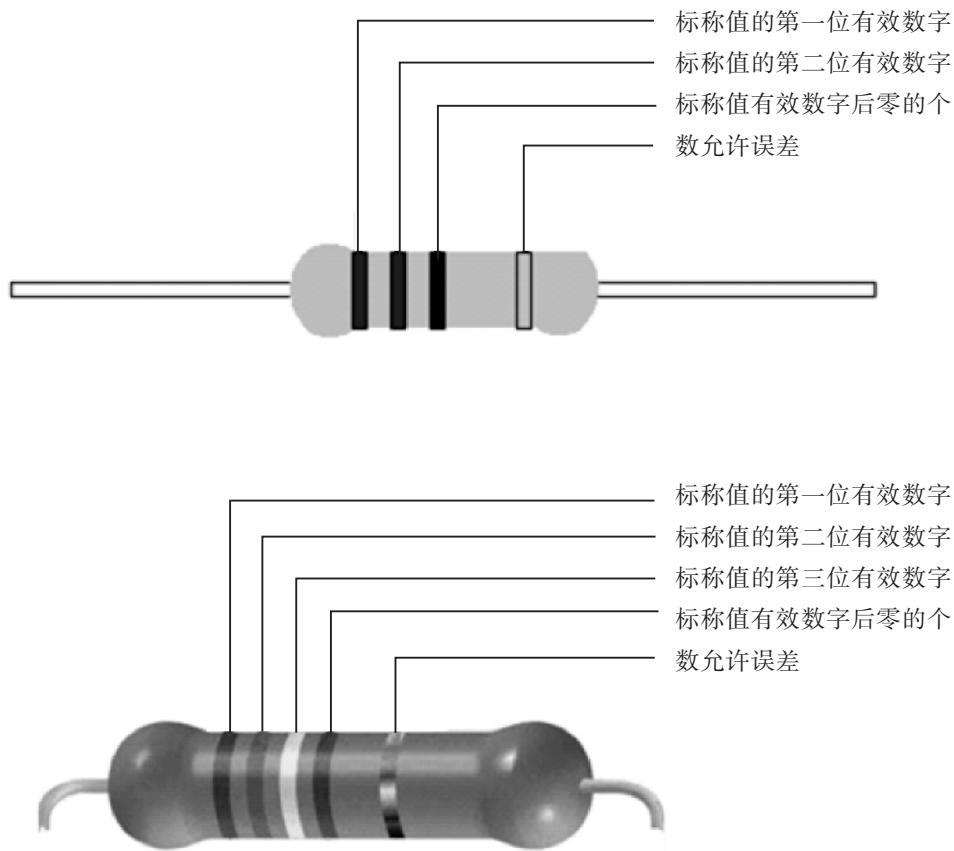

图 1-1-8 电阻色标法示意图
(3) 色标法：色标法是将电阻的类别及主要技术参数的数值用颜色（色环或色点）标注在它的外表面上。色标电阻（色环电阻）可分为三色环、四色环、五色环三种标法。如图 1-1-8 所示。